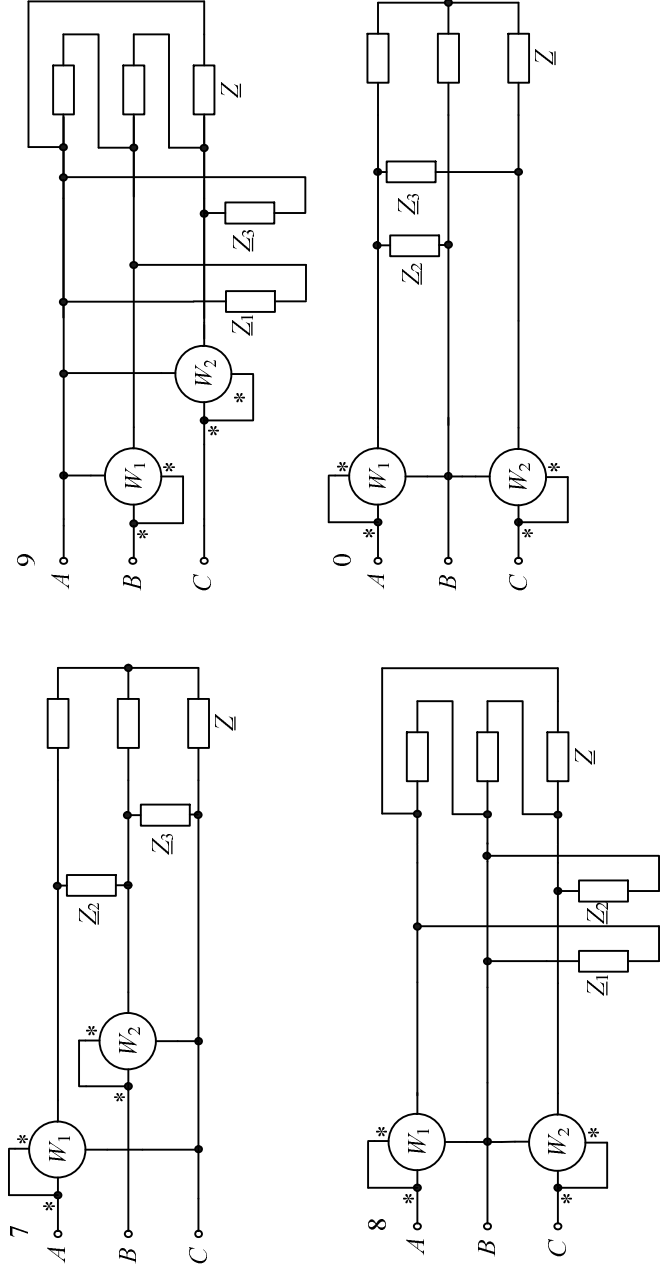

Рисунок 1 — Расчетные схемы к РГ № 3
- 1 Начертить схему заданного варианта (рисунок 1).